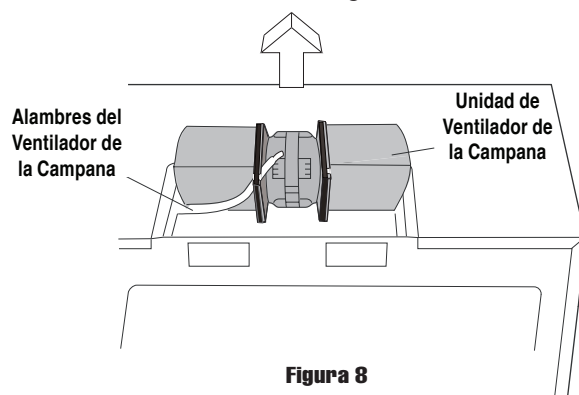

Figura 8
2. Levante la unidad de ventilador de la campana extractora y deslice los alambres afuera de la cavidad. Vea la Figura 8. **Precaución: No jale o estire los Alambres del Ventilador de la Campana.**